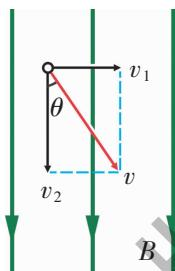

图 1-4-4
2. 如果导体的运动方向跟导体本身垂直, 但跟磁感线方向有一个夹角 θ , 如图 1-4-4 所示, 则得到的感应电动势的表达式怎样?